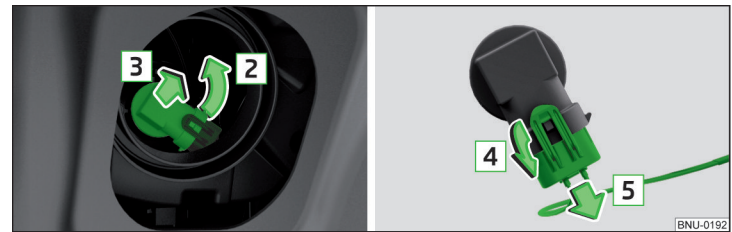

Abb. 350 Glühlampe für Nebelscheinwerfer wechseln
- › Die Fassung mit der Glühlampe bis zum Anschlag in Pfeilrichtung **2** drehen » Abb. 350.